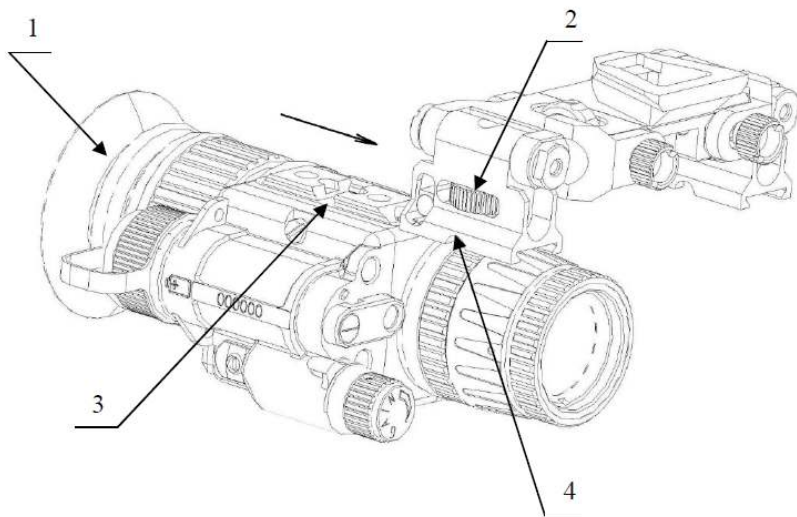

Рисунок 7 - Установка монокуляра в кронштейн-мост
6.2 Установка монокуляров (рисунок 7)
6.2.1 Расположить монокуляр 1 (рисунок 7) органами управления наружу (от центра кронштейна-моста).